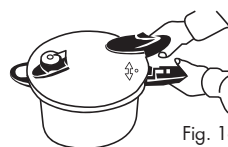

Fig. 16
3. Alinhar a marca "●" na tampa com a marca "▲" na pega da panela (peça 13) e abrir a tampa (Fig. 16).